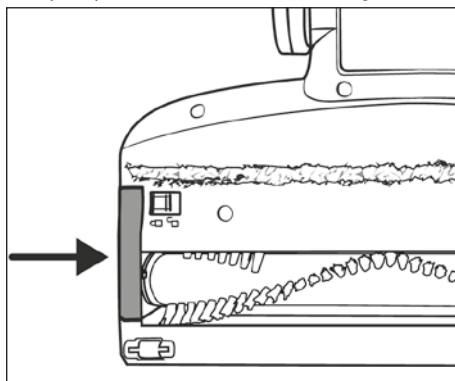

Fig. 27
- 6) Vuelva a montar el soporte del rodillo de cepillos ⑳ en el cepillo para suelos ㉑. Presiónelo hacia abajo hasta que encastre con un chasquido en el cepillo para suelos ㉑ (consulte la fig. 27).